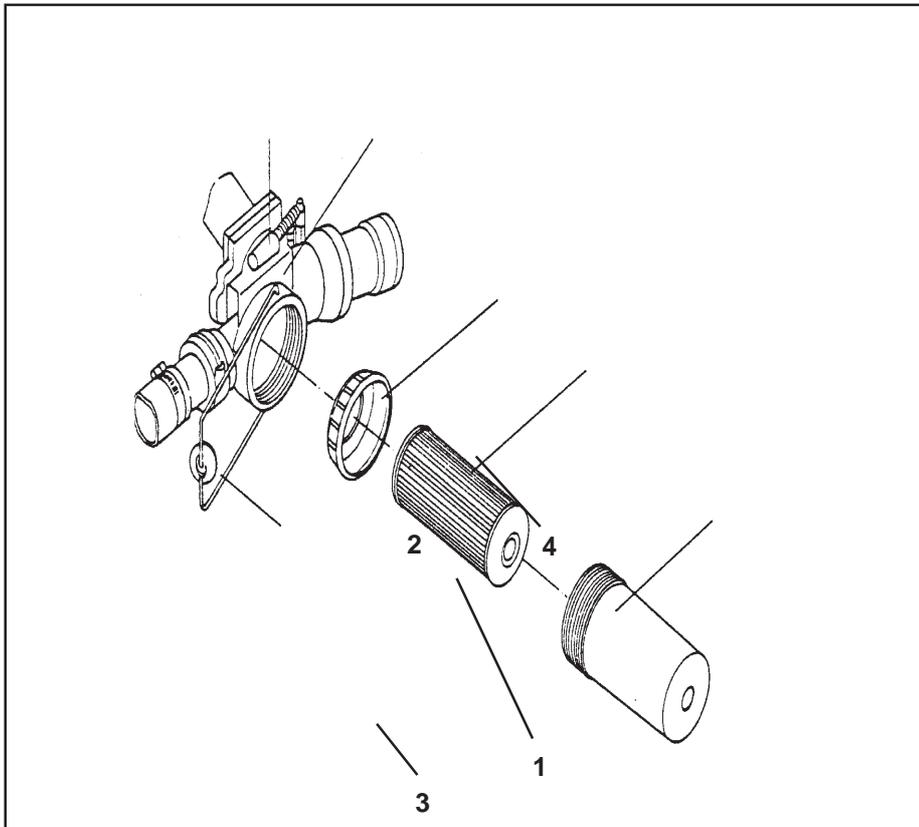

Рис. 7.8
Фильтром высокого давления (рис. 7.8/1) фильтруется распылительный раствор, подаваемый на распылители. У него больше размер и количество отверстий, чем у всасывающего фильтра-крана. Отфильтровываются оставшиеся в приготовленном для опрыскивания растворе крупные частицы и этим предохраняются распылители.
- Слить жидкость из отстойника фильтра (рис. 7.8/2) через резьбовую сливную заглушку (рис. 7.8/3), (только с арматурой управления “BS”).